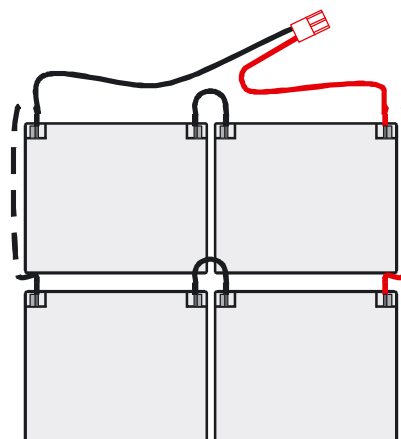

Рис.3
- Применяются 12 В батареи. Если используются две батареи, то они соединяются последовательно (напряжение 24 В пост. тока (Рис.3)).
- Если используются четыре батареи, то две пары соединяются последовательно, а между собой пары соединяются параллельно (напряжение 24 В пост. тока (Рис.3)).